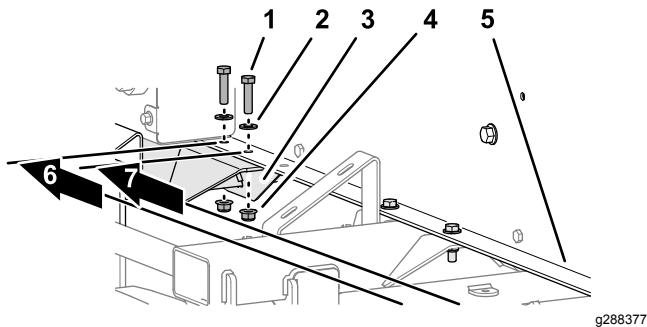

Bild 13
1. 146,5 cm und 151,6 cm von der Spülschutzvorrichtung zu den Löchern in der Schiene abmessen (Bild 13).
2. Die Schiene mit den zwei Kopfschrauben (5/16" x 1 1/4"), 2 Scheiben (5/16") und der Sicherungsbundmutter (5/16") an der gelochten Halterung der hinteren Querstrebe befestigen (Bild 10 und Bild 13).